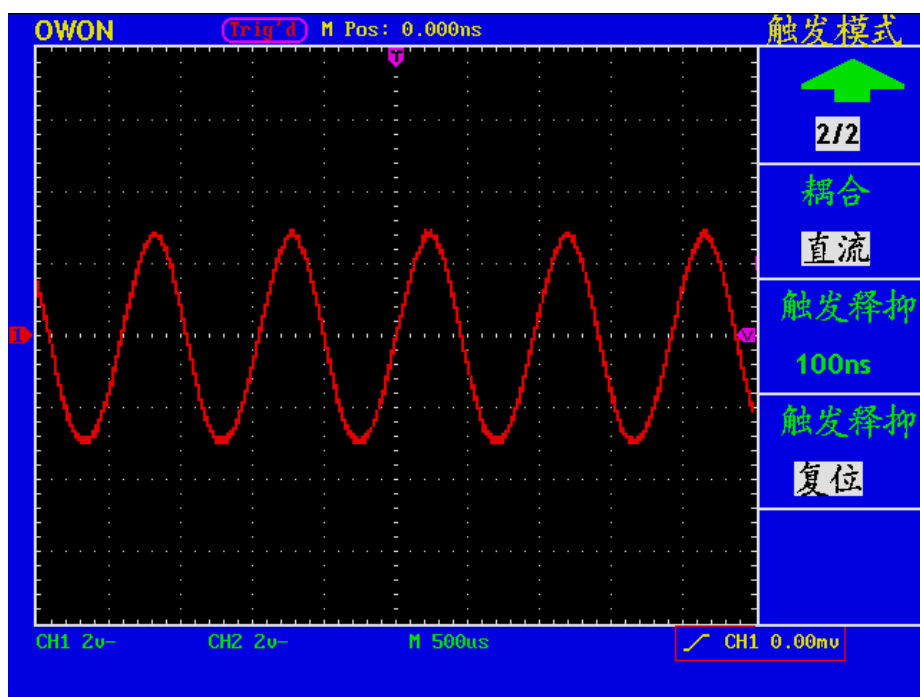

图 31: 上升沿触发波形
- 7、按 **F2** 菜单选择按键，选择耦合为 **直流**。屏幕显示见图31。